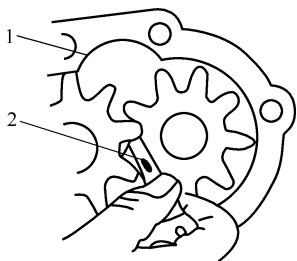

图 3-23 主、从动齿轮啮合间隙的检查
(2) 泵盖的检验与修理 泵盖磨损、凹陷应不超过 0.05mm , 否则应研磨修复。机油泵盖上装有限压阀时, 应检查限压阀弹簧是否过软, 球阀是否有失圆、锈蚀、麻点, 封闭是否严密等, 若有问题应修整或更换。
(3) 泵轴的检验与修理 主、被动轴的磨损超过 0.05mm 时, 应镀铬加粗, 并磨至所需尺寸; 如被动轴有明显单面磨损, 可将其压出, 把磨损面调转 180° , 再压入承孔继续使用; 被动轴与被动齿轮承孔的配合间隙一般为 $0.013 \sim 0.10\text{mm}$, 使用限度不得超过 0.15mm ; 被动轴与壳孔的配合过盈, 一般为 $0.01 \sim 0.05\text{mm}$; 主动轴横销及主动轴齿轮键和键槽, 如有损坏或松旷, 均应修复或更换。
(4) 齿轮的检查与修理 主、从动齿轮与传动齿轮齿面如有毛刺, 可用油石磨光, 齿轮端面的平面度公差应不大于 0.05mm ; 主、从动齿轮的啮合间隙一般为 $0.05 \sim 0.25\text{mm}$, 使用限度不超过 0.25mm , 检查方法如图 3-23 所示。相隔 120° 三点测量时, 间隙差不超过 0.10mm 。超过使用限度时, 应成对更换主、从动齿轮, 测量时应注意被从轮孔与轴的磨损带来的影响。